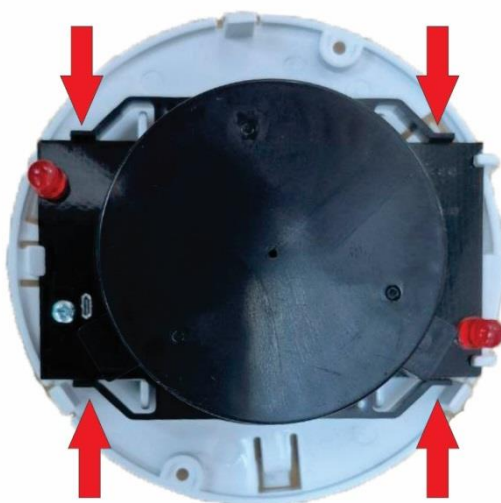

Рисунок 2
4. Аккуратно снять корпус дымовой камеры извещателя, освободив 4 крепления (рис. 2).